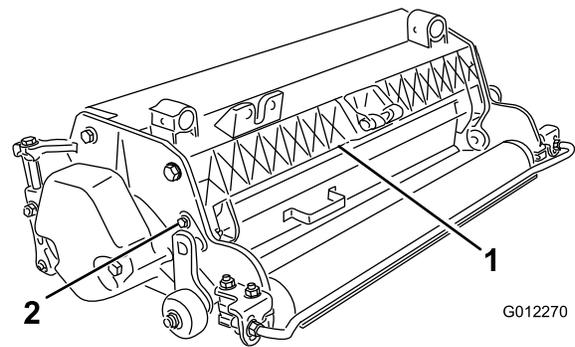

Bild 5
1. Lösen Sie die Schrauben am Scharnier des Grasschutzbleches (Bild 5).